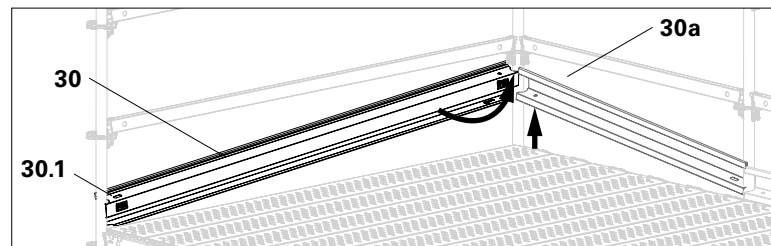

Abb. A5.04b
- Bordblech UPY (30) von außen her mit großem Rohrausschnitt (30.1) zuerst links einsetzen.
- Das im Feld montierte Bordblech UPY (30a) anheben. (Abb. A5.04b)
- Bordblech UPY (30) auf zweites Rohr aufsetzen und gleichzeitig in den Trapezkasten (30.6) des Bordblechs im Eckfeld einlegen.